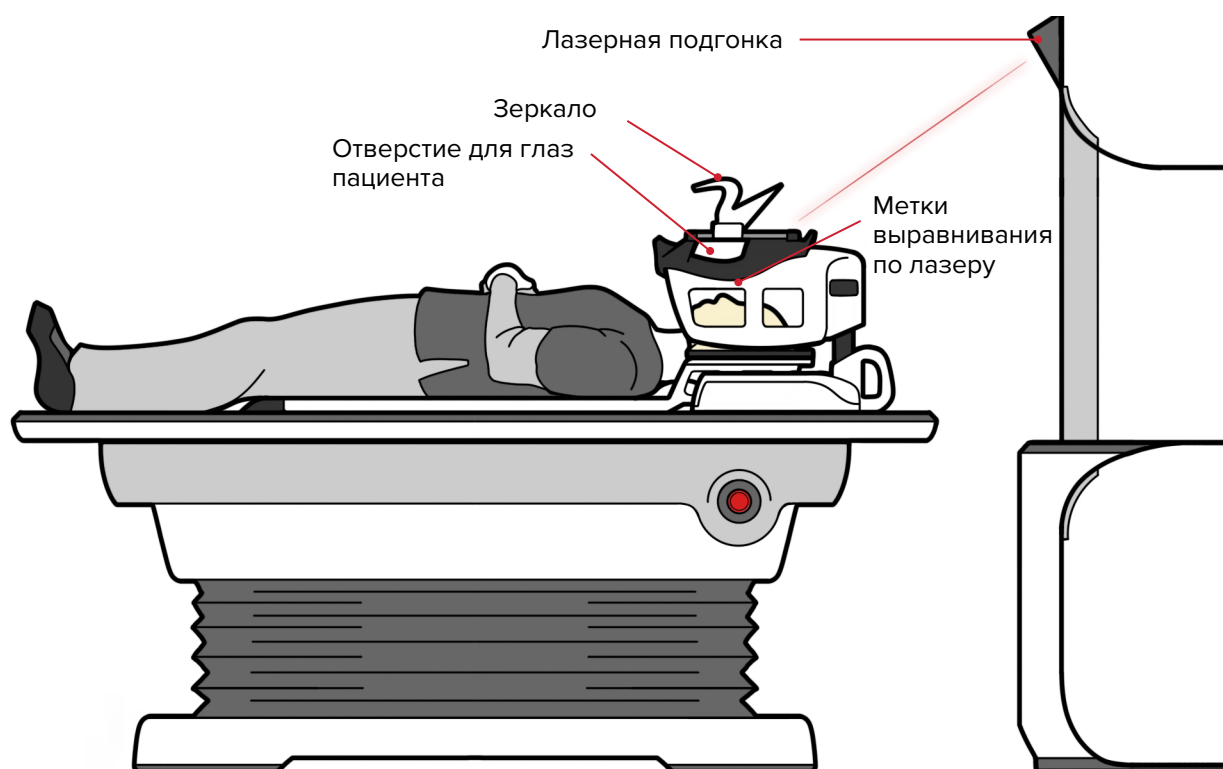

Рис. 9
11. С помощью лазеров на МР-системе совместите катушки с метками выравнивания по лазеру на катушке Encompass, используемой при проведении МРТ, отрегулировав стол для МРТ. См. руководство по МР-томографу. (Рис. 9, 10 и 11).